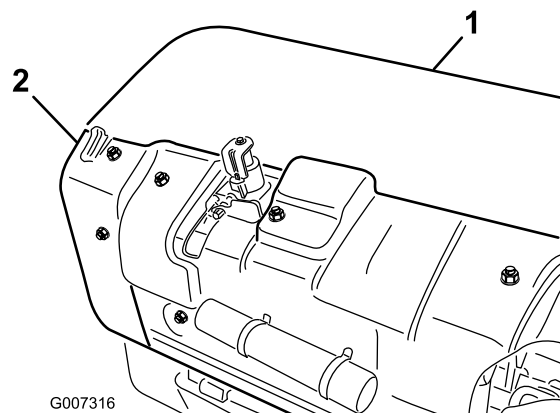

図 31
1. 後コアリング・ヘッド・カバーを取り外す (図 31)。
2. プーリ・シールド取り付けボルトを外してシールド外す (図 31)。